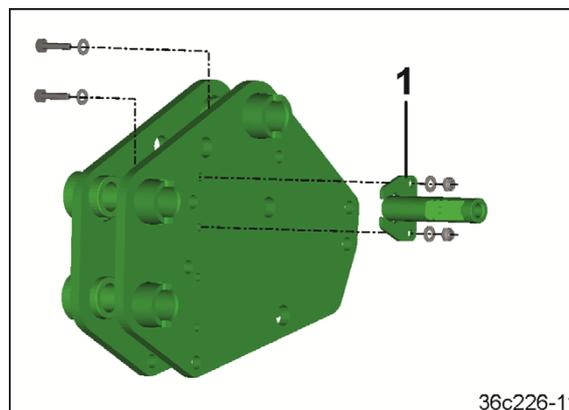

Fig. 93
1. Atornillar el soporte (Fig. 93/1) al punto de acoplamiento superior.